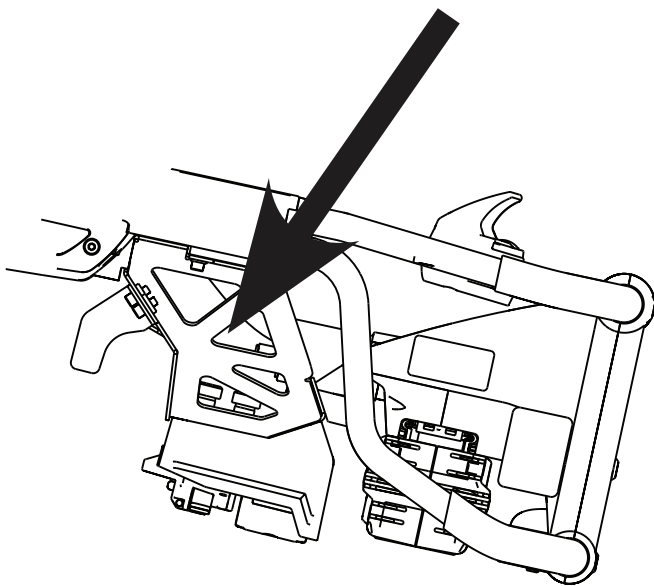

Afbeelding 26 – Infuuspaal omhoog zetten en defibrillatorblad in positie brengen (model 6506 weergegeven)
3. Als het product is uitgerust met een infuuspaal, zet u de infuuspaal in de stand omhoog (Afbeelding 26).
5. Plaats de binnenste poten (B) van het defibrillatorplatform richting het hoofdeinde van het product (Afbeelding 26).